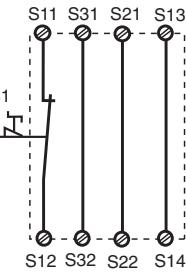
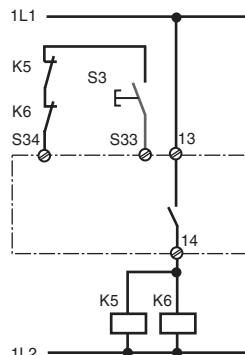

Fig. 2: Eingangskreis einkanalig, automatischer Start/Single-channel input circuit, automatic reset/Commande par 1 canal, validation automatique
Fig. 9: wie Fig. 8 mit überwachtem Start/connection for contactors/relays and monitored reset/comme Fig. 8 avec surveillance du poussoir de validation
In Fig. 2 ... Fig. 9 sind Anschlussbeispiele für Not-Halt-Beschaltung mit automatischem und überwachtem Start, Schutztürsteuerungen sowie Kontaktvervielfachung durch externe Schütze dargestellt.
- Fig. 2 und 7: **keine** Verbindung S33-S34. Das Gerät startet bei Spannungsauftreten und -wiederkehr automatisch. Verhindern Sie einen unerwarteten Wiederaufstart durch externe Schaltungsmaßnahmen.
In Fig. 2 ... Fig. 9 are connection examples for Emergency Stop wiring with automatic and monitored reset. Safety gate controls as well as contact expansion via external contactors.
- Fig. 2 and 7: S33-S34 **not** connected. The device starts automatically after loss of power. You should prevent an unintended start-up by using external circuitry measures.
Les figures 2 à 9 représentent les différents câblages possibles du PNOZ X13 à savoir : poussoir AU avec réarmement automatique ou auto-réarmement, interrupteurs de position et augmentation du nombre des contacts de sécurité par contacteurs externes.
- Fig. 2 et 7: **pas** de câblage sur S33-S34. L'appareil se réarme automatiquement après une coupure et une remise sous tension. Evitez tout risque de redémarrage par un câblage externe approprié.